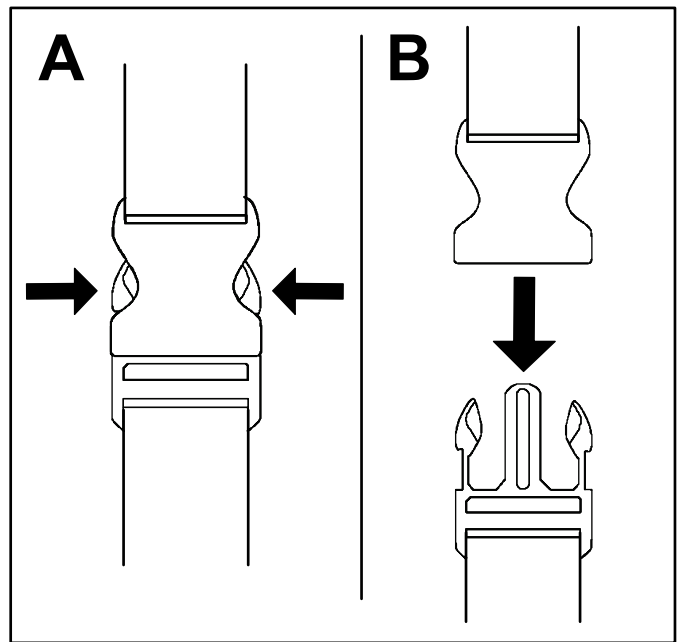

Figura 21
Para apagar el soplador, desactive el bloqueo de velocidad (si lo está usando) y suelte el gatillo de velocidad variable (Figura 21).
- Presione hacia dentro los lados de las hebillas (Figura 21, A).
- Deje que las hebillas se desconecten (Figura 21, B).